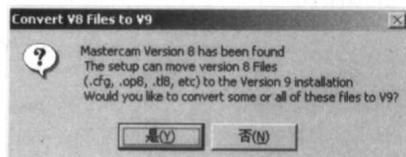

图 1-24
(16) 显示 Convert V 8 Files to V9 (转换 Mastercam 8 文件至 Mastercam 9)信息框,如图 1-24 所示。单击“是”按钮。